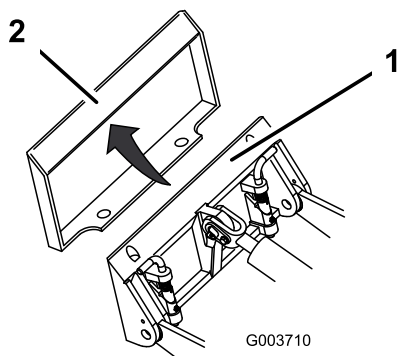

Figura 8
4. Posizionate la piastra di montaggio sul bordo superiore della piastra ricevente dell'attrezzo (Figura 8).